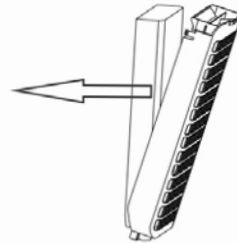

imagen 5
2. Saque la cortina de agua como indica la dirección de la flecha. Imagen 5.